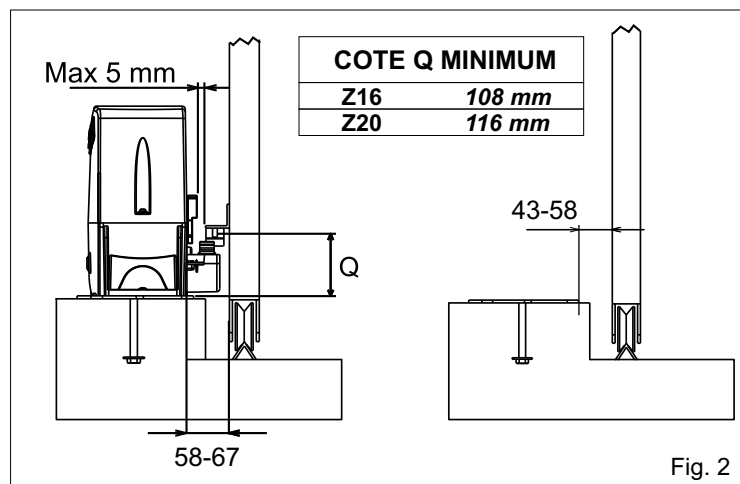
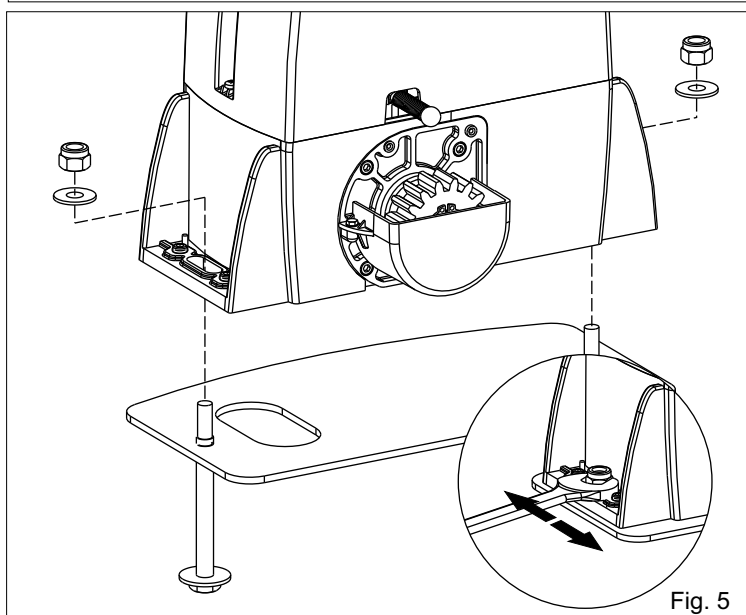

Fig. 2
Fig. 5
2.3. Avant de cimenter la plaque d'ancrage s'assurer qu'elle est parfaitement horizontale et que le cote de 58/67 mm indiqué dans Fig. 2 est respecté.
4.2. Fixer le motoreducteur à la plaque de fondation avec les 2 écrous en réglant la position latérale (Fig.5) pour le respect des cotes cités dans Fig.2.